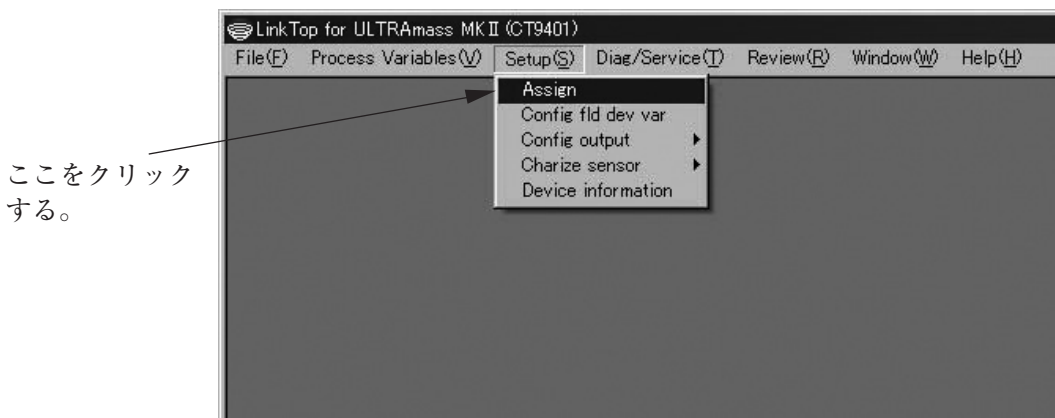

図20
- ① 図20のように、画面上部メニューの「Setup(S)」をクリックし、「Assign」を選び再度クリックします。